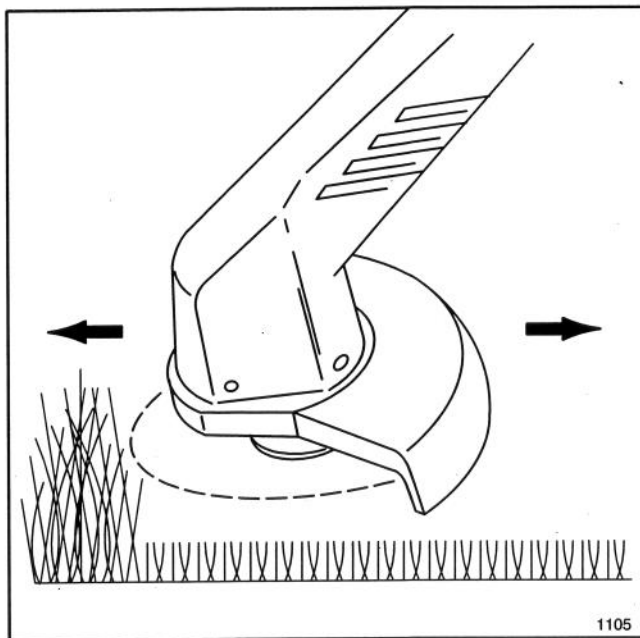

Figure 13
4. Déplacer l'appareil de long en large sur la surface à tailler, en maintenant l'appareil à la hauteur désirée. Vous pouvez déplacer l'appareil d'avant en arrière ou latéralement comme indiqué (Fig. 13 et 14).